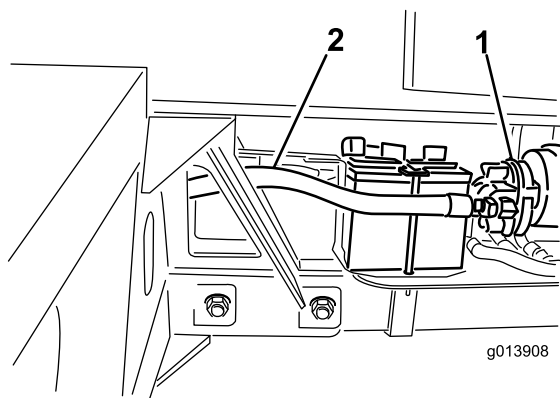

Bild 12
9. Schließen Sie den Hydraulikschlauch Nr. 4 an der Ansaugseite der Hydraulikpumpe an (**Bild 12**).